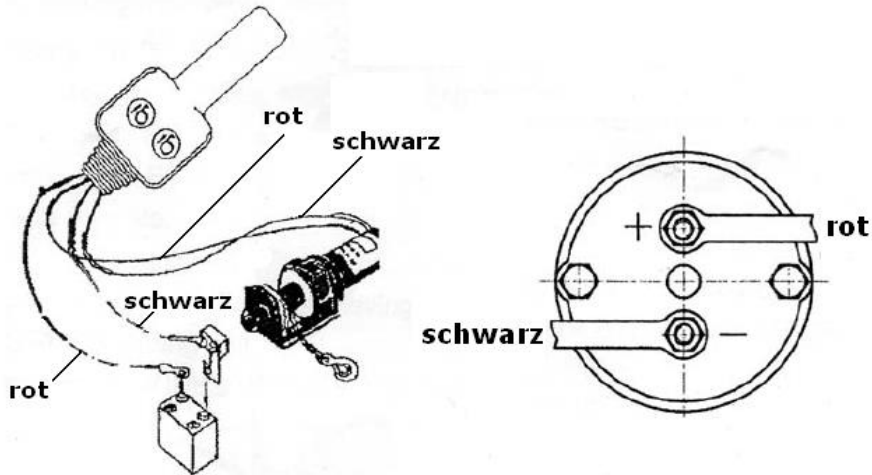

Abb. 6
- Verbinden Sie das kurze rote Kabel der Seilwindenfernbedienung mit dem Pluspol des Motors und das schwarze Kabel mit dem Minuspol (Abb. 6).